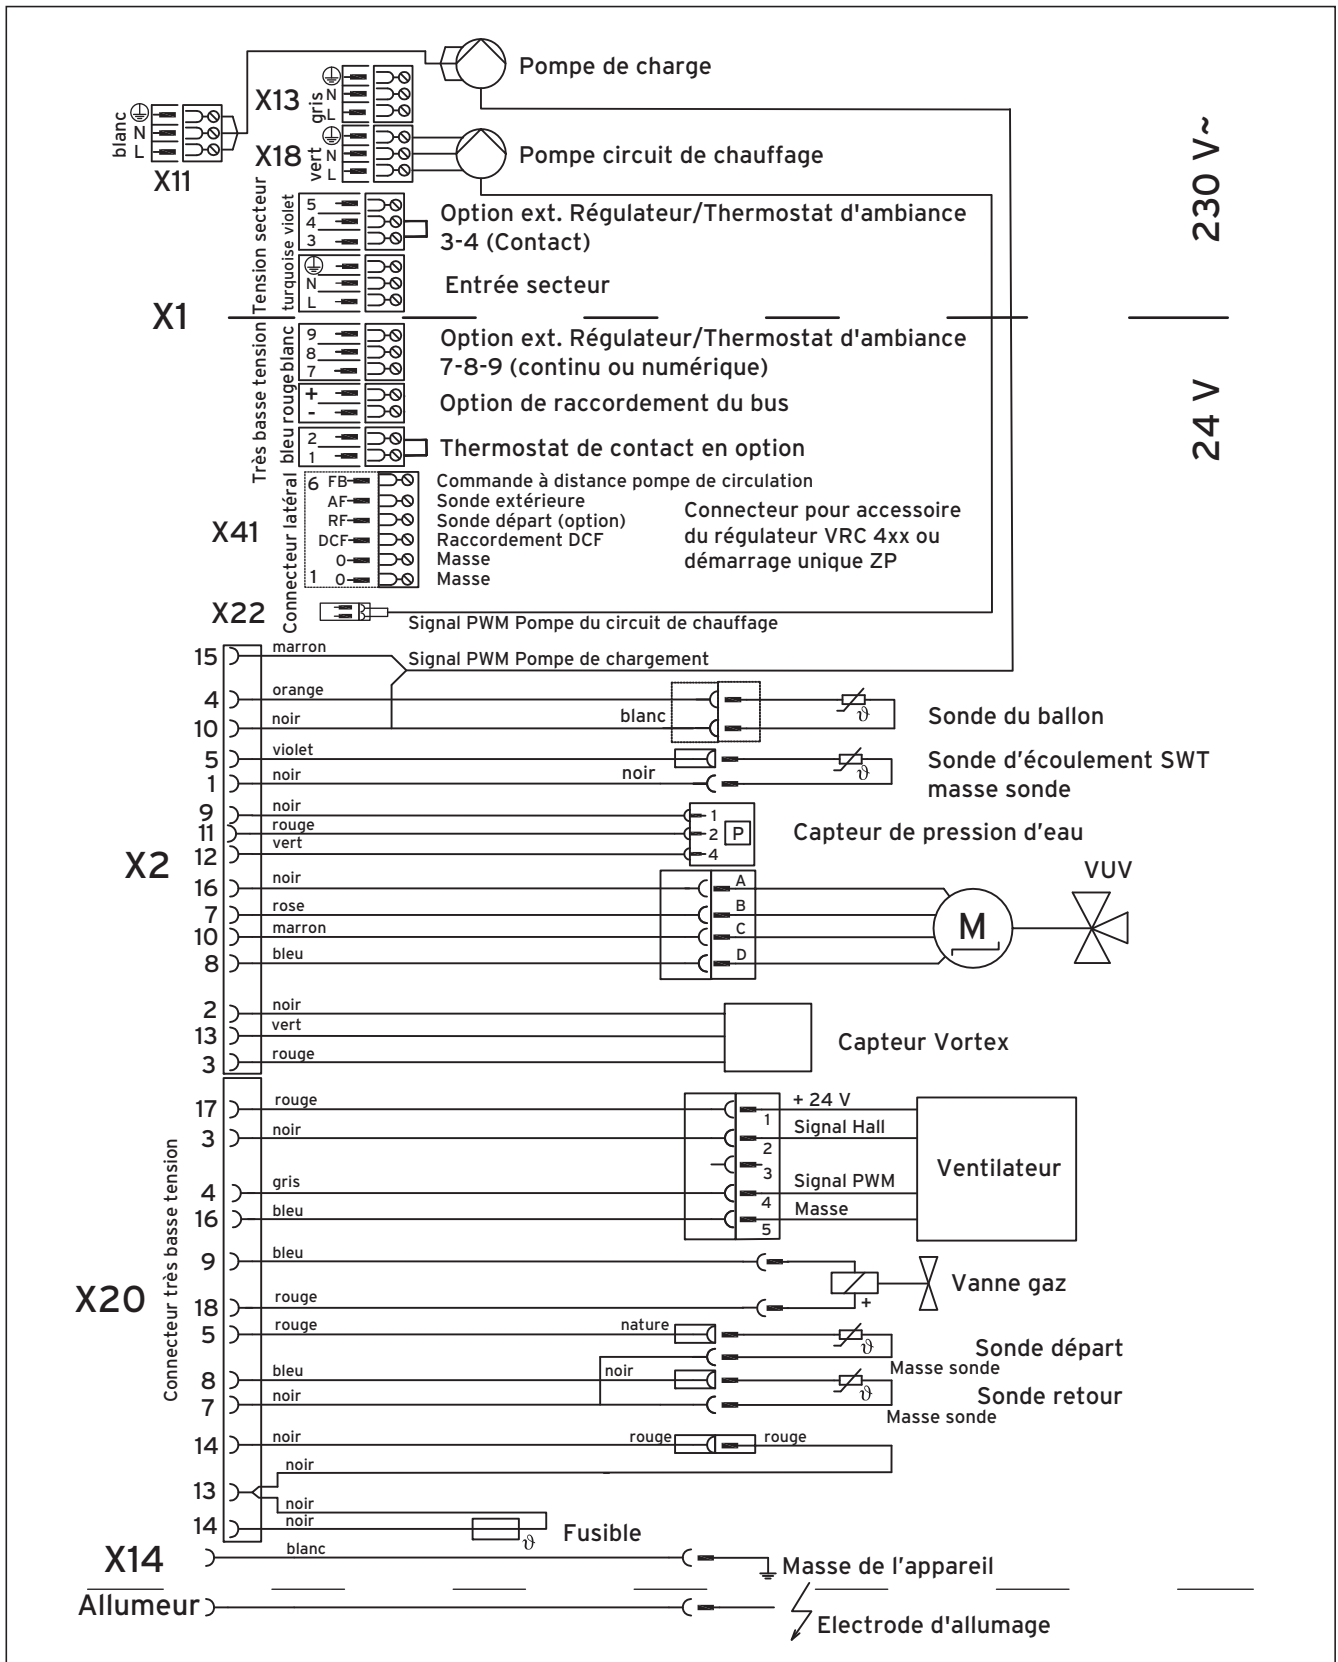

Fig. 5.8 Câblage avec système ProE
- Ouvrez l'appareil (voir. Fig. 5.8 et les remarques de la section 5.9)
- Dévissez de la pièce de raccordement la liaison vissée (1) de la conduite de circulation et fermez le raccord à l'aide du joint (3) et du capuchon (2) fournis.